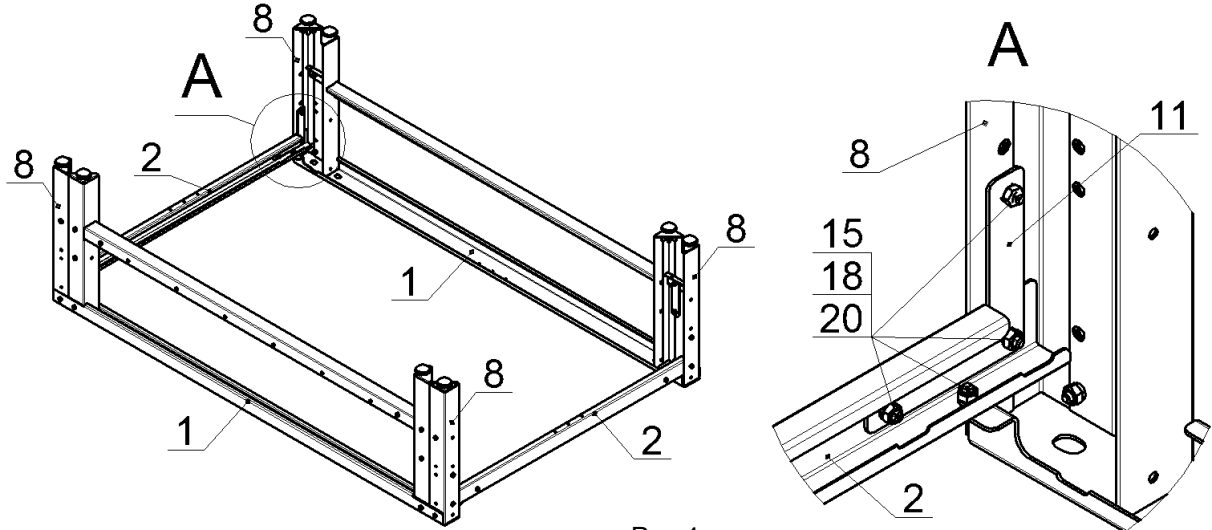

Рис.4
4. На полки профилей лицевых, верхних, поз.1 (1461мм) положить профили боковые, верхние, поз.2 (937мм), в сборе с угольниками, поз.11 и закрепить их на стойках угловых, поз.8 и профилях лицевых, верхних, поз.1, болтами М6, гайками и шайбами, поз.15, 18 и 20, как показано на рис. 4. Гайки не затягивать: